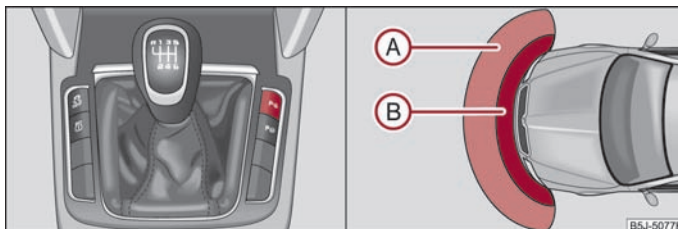

Abb. 134 Aktivieren der Einparkhilfe / Einparkhilfe: Erfassungsbereich der vorderen Sensoren
Die Abstandswarnung beginnt bei einem Abstand von etwa 120 cm zum Hindernis vor dem Fahrzeug (Bereich **A** ⇒ Abb. 134) und etwa 160 cm zum Hindernis hinter dem Fahrzeug (Bereich **A**). Mit der Verringerung des Abstands verkürzt sich das Intervall zwischen den Tonimpulsen.
Die Einparkhilfe wird bei eingeschalteter Zündung beim Einlegen des **Rückwärtsgangs** oder durch Drücken der Taste \Rightarrow **Abb. 134** - links aktiviert, in der Taste leuchtet das Symbol **P_u**. Die Aktivierung wird durch einen kurzen Quittierton bestätigt.
Die Einparkhilfe wird durch das Drücken der Taste **P_u** \Rightarrow **Abb. 134** oder bei einer Geschwindigkeit über 10 km/h deaktiviert (das Symbol **P_u** in der Taste erlischt).
- Wenn nach Aktivierung des Systems etwa 3 Sekunden lang ein Warnton ertönt und sich in Fahrzeugnähe kein Hindernis befindet, liegt ein Systemfehler vor. Der Fehler wird zusätzlich durch das Blinken des Symbols **P_u** in der Taste \Rightarrow **Abb. 134** signalisiert. Lassen Sie den Fehler von einem Fachbetrieb beheben.